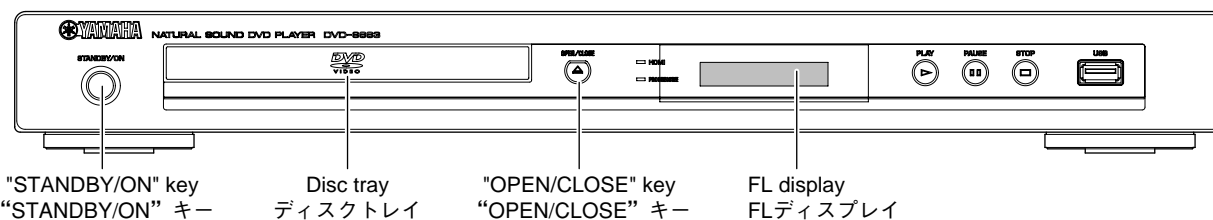

Fig. 1
1. 本機の“OPEN/CLOSE”キーを押し、ディスクトレイを開けます。(Fig. 1)